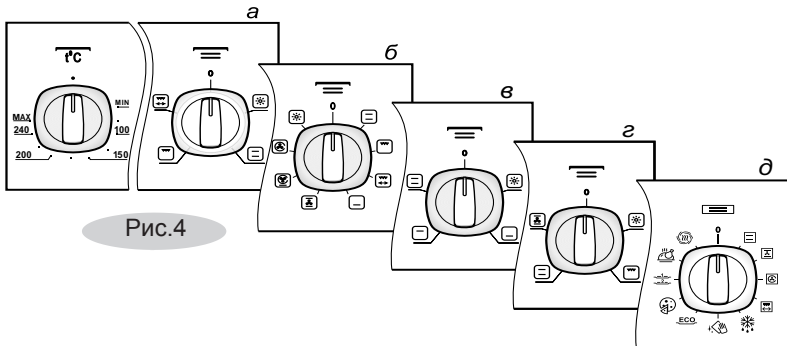

Рис.4
- ручкой режимов работы устанавливается необходимая функция (в зависимости от модели может быть вариант **а**, **б**, **в**, **г** или **д** (рис. 4);
- ручкой терморегулятора (рис. 4) задается температура нагрева духовки, которая поддерживается автоматически.